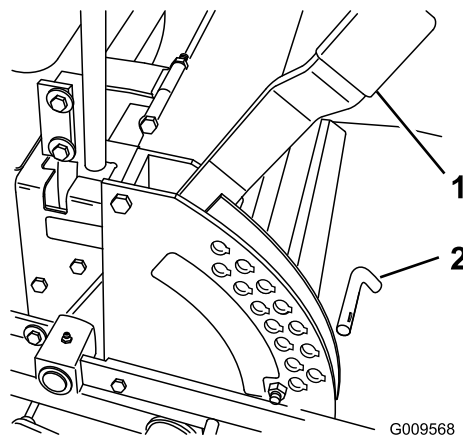

Figura 19
1. Levante la palanca de ajuste de la altura de corte a la posición de TRANSPORTE (que es también la posición de altura de corte de 127 mm) (Figura 19).
2. Para ajustar la altura de corte, retire el pasador del soporte de altura de corte (Figura 19).
3. Seleccione el taladro del soporte de altura de corte que corresponde a la altura de corte deseada, e inserte el pasador (Figura 19).